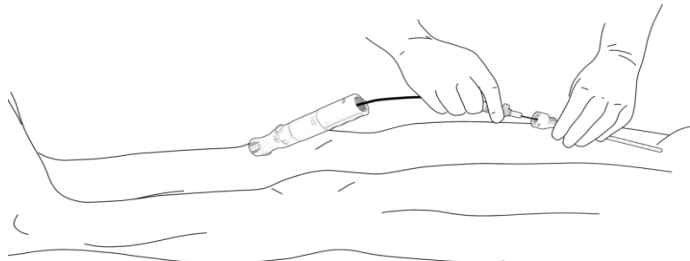

Figura 8. Avanço do Dispositivo de encerramento PerQseal+ até à bainha introdutora.
- Avance a cânula de carregamento sobre o fio-guia na direção do conector da bainha introdutora, Figura 8. Se sentir dificuldade durante a deslocação sobre o fio-guia, certifique-se de que este não está dobrado e de que não apresenta sangue coagulado e trombos.